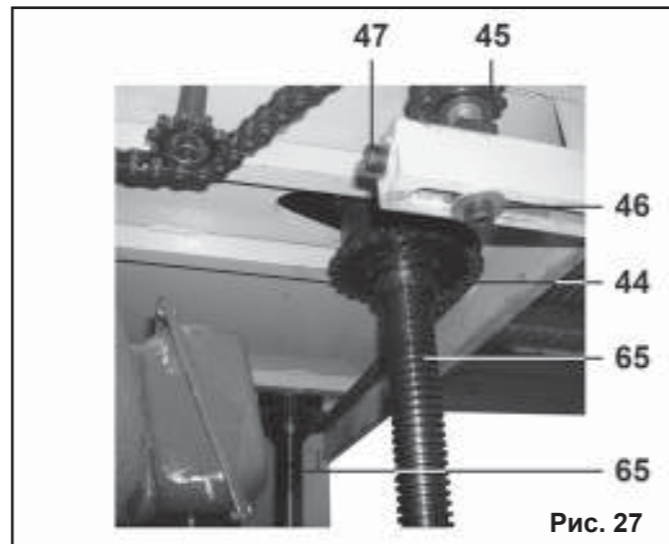

Рис. 27
10.10.4. Для ослабления натяжения цепи подъема стола (44) ослабьте болт (46) (Рис. 27) механизма натяжения цепи со звездочкой (45); вращением регулировочного болта (47) ослабьте натяжение цепи (44) так, чтобы можно было регулировать ходовой винт (65) (Рис. 26-28).